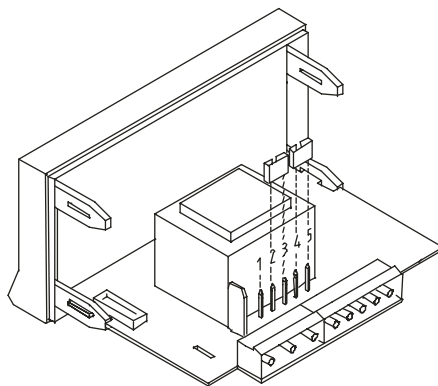

Fig. 9.2. Sélecteur d'alimentation pour 230 VAC ou 48 VAC
**115/230 V AC:** Les instruments avec alimentation 115/230 V AC, sont livrés pour un raccordement à 230 V AC, voir figure 9.2. Si on désire passer l'alimentation à 115 V AC, réaliser les ponts comme indiqué à la figure 9.3 et dans le tableau 1. L'étiquette de l'instrument devra être mise à jour.
**24/48 V AC:** Si l'instrument a été commandé avec alimentation 24/48 V AC sont livrés pour un raccordement à 24 V AC, voir figure 9.3. Si on désire passer l'alimentation à 48 V AC, réaliser les ponts comme indiqué à la figure 9.2 et dans le tableau 1. L'étiquette de l'instrument devra être mise à jour.